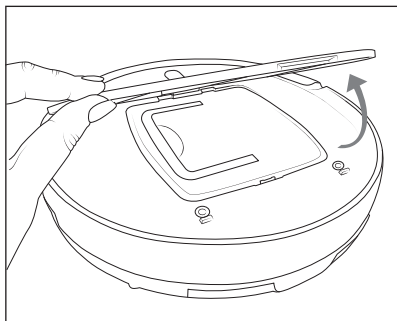

Fig. 5
- 1) Retirer le couvercle 13 du bac à poussière 12 et le sortir de l'appareil par l'anse (voir fig. 5 et 6).